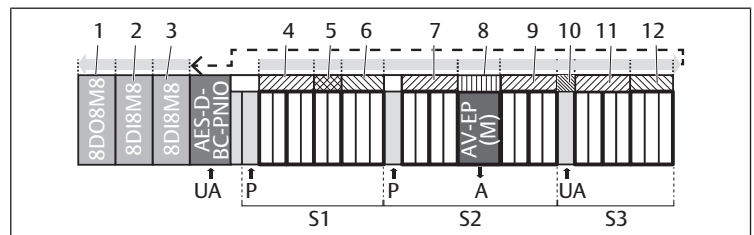

Fig. 9: Numeración de las ranuras en un sistema de válvulas con módulos E/S
La numeración de las ranuras empieza a la derecha del acoplador de bus (AES-D-BC-PNIO) en la zona de válvulas con la primera placa de controlador de válvula y va hasta la última placa de controlador de válvula situada en el extremo derecho de la unidad de válvulas (ranuras 1-9 → Fig. 9). No se tienen en cuenta las placas de puenteo. Las placas de alimentación y las placas de supervisión UA-OFF ocupan una ranura (véase la ranura 7 → Fig. 9).
La numeración continúa en la zona E/S (ranuras 10-12 → Fig. 9). En este caso, empieza a la izquierda del acoplador de bus y continúa hasta el extremo izquierdo.
El ejemplo representa un sistema de válvulas con las propiedades siguientes. Véase → Fig. 9.
**i** La configuración descrita en este capítulo se refiere al ejemplo → Fig. 9.